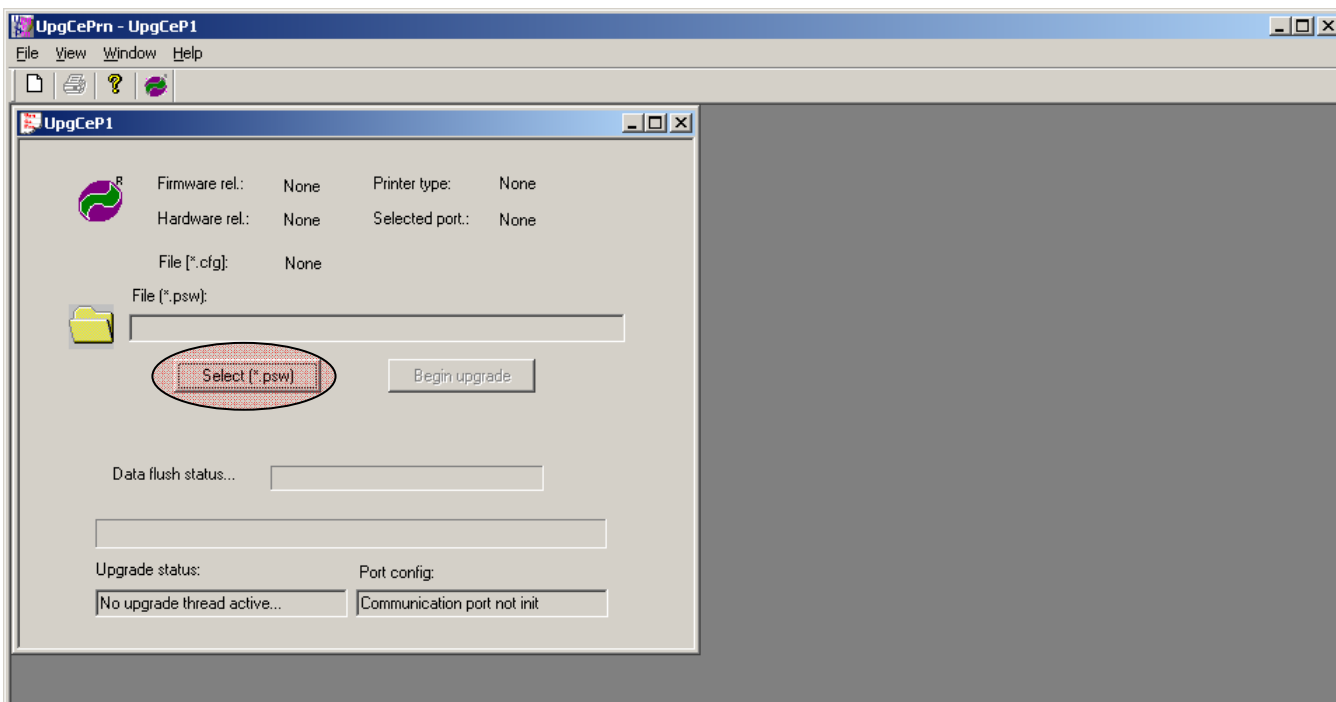

Рисунок 4 – Окно утилиты «UpgCePrn».
- 2.7. В отобразившемся окне программы нажмите на кнопку «Select (*.psw)» (см. рис. 4).